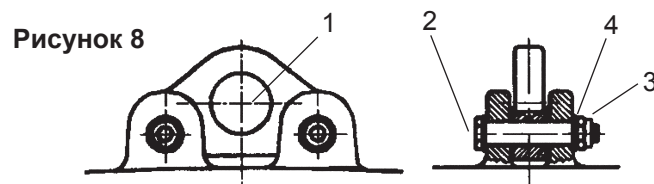

Рисунок 8
См. Рисунок 8. Проушина (1) установлена сверху на корпусе цепной тали с помощью двух нарезных болтов (2), которые закрепляются в четырех специальных подвесках.